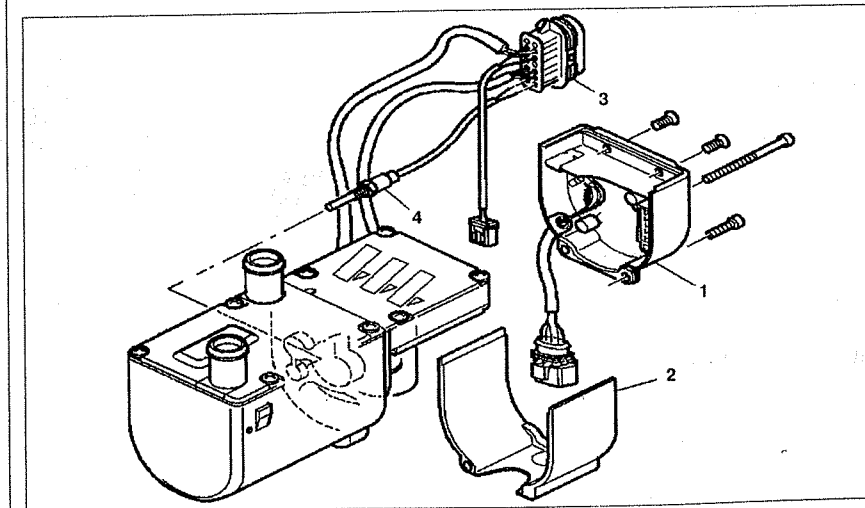

Рис. 10.4. Датчик воспламенения (автомобили 638.0/1/2 с 13.10.1997 г. в.):
3. Снимите блок управления 1 (см.рис.10.4).